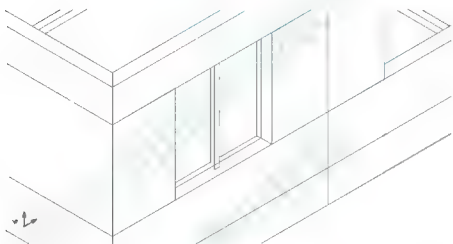

图 6.24 移动窗户模型
(1) 启动【移动】命令(快捷键 M)。
(2) 在选择对象: 提示下,选择前面绘制的“窗框”和“玻璃”,并按 Enter 键进入下一步。
(3) 在指定基点或 [位移(D)] 位移 : 提示下,在绘图区域任意单击一点作为移动的基点。
(4) 在指定基点或 [位移(D)] 位移 : 指定第二个点或 使用第一个点作为位移 : 提示下,输入“@0, 80, 0”,表示将“窗框”和“玻璃”向 Y 轴正方向移动 80mm。
(5) 按 Enter 键结束命令,结果如图 6.24 所示。